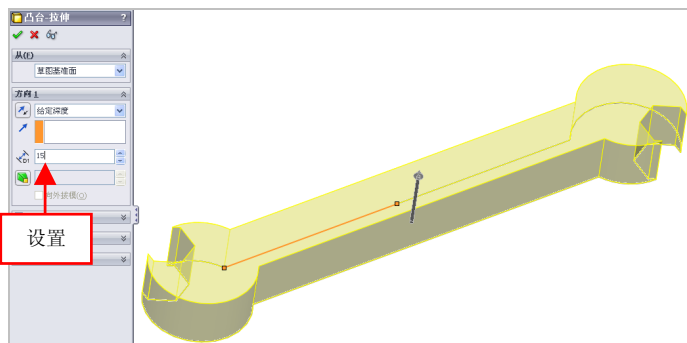

图 5-4 设置参数值
(4) 在绘图区中, 选择草图对象, 弹出【凸台-拉伸】属性管理器, 设置【深度】为 15, 如图 5-4 所示。